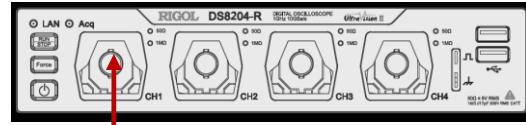

图 2-4 带宽限制测试连接图
- 1) 将 Fluke 9500B 的有源信号探头连接至示波器的 CH1 通道, 如图 2-4 所示。